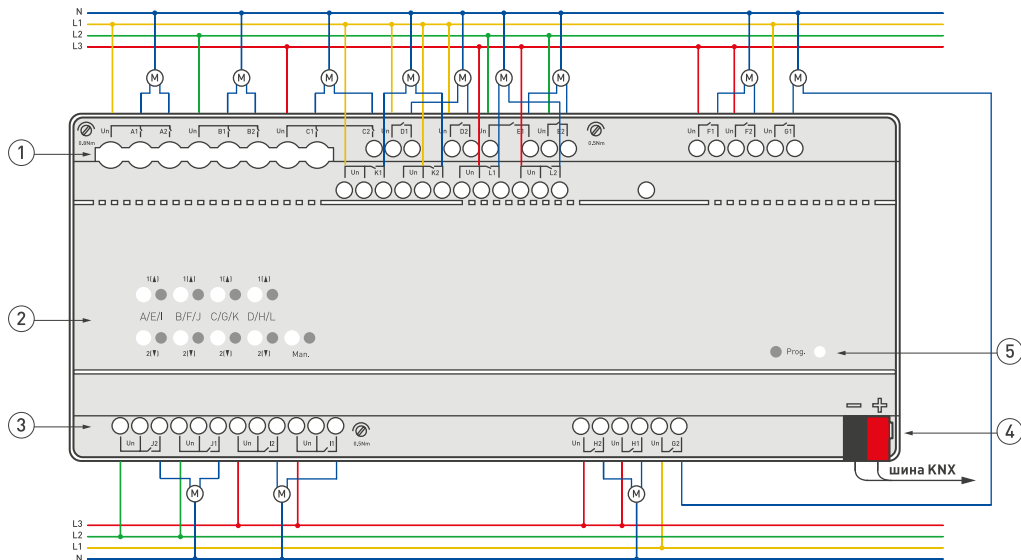

Рисунок 1. Пример подключения релейного модуля при использовании 24 каналов вкл./выкл. и 3-фазной сети.
- 3.3. Подключите шину данных KNX (красный и черный провода в кабеле KNX) к соответствующим клеммным колодкам, соблюдая полярность и цвета проводов, затем подключите силовые клеммы в соответствии с проектом, см. Рисунок 1.